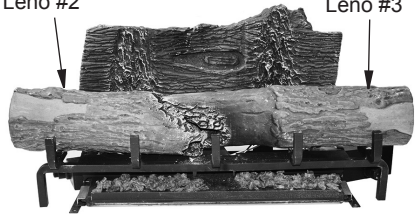

Figura 20 - Instalación de leños #2 y #3
2. Coloque el leño # 2 y # 3 log en la base de la rejilla frontal (vea la Figura 20).